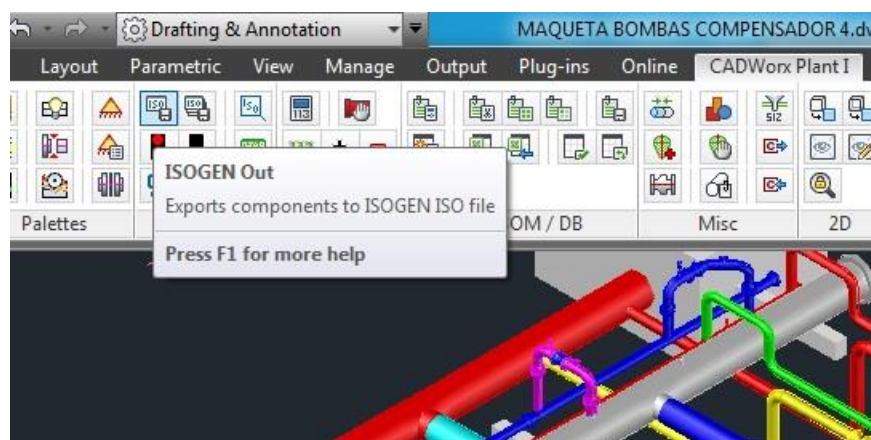
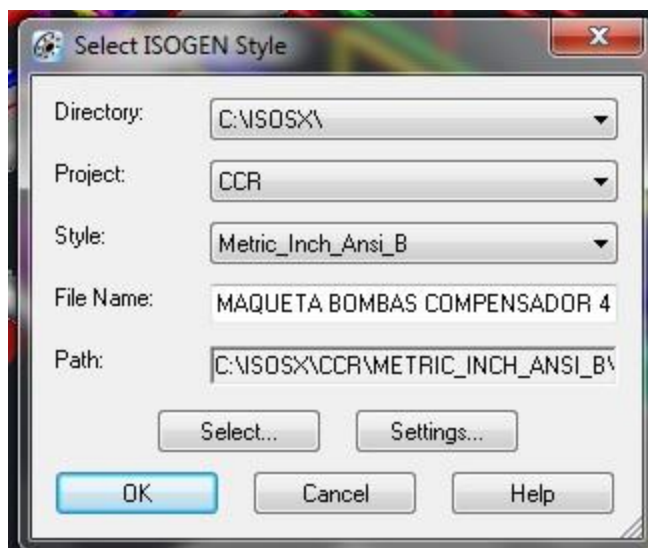

Figura 8. Configuración de Isogen
Figura 9. Cuadro de diálogo
- Haga clic en “Isogen out”, (ver figura 8), aparece el cuadro de diálogo como la figura 9, si se desea definir un ángulo específico para el norte, seleccionar “Settings” e introducir el ángulo.